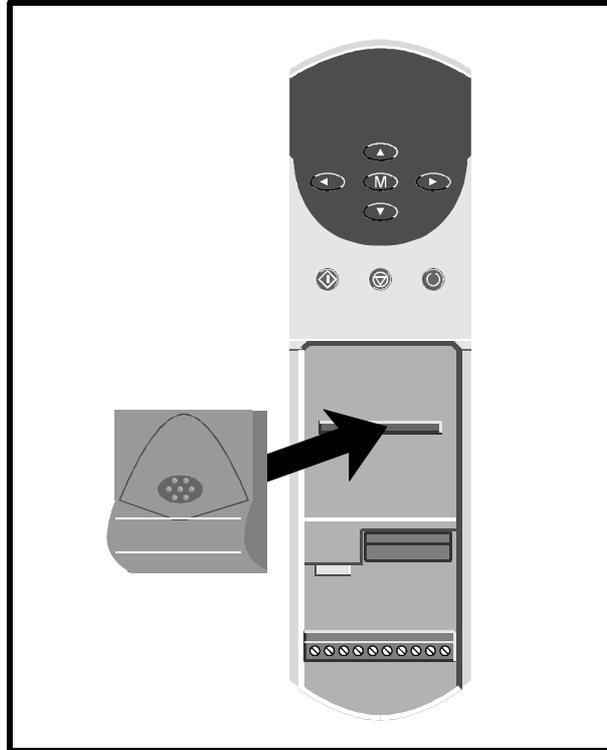

Figura 1 *Instalación del UD51 en el Unidrive*
- 4 Coloque el conector de varias vías en la parte posterior del UD51, encima del conector del accionamiento (consulte la Figura 1), y presione en el soporte táctil hasta colocar el UD51 en su lugar.